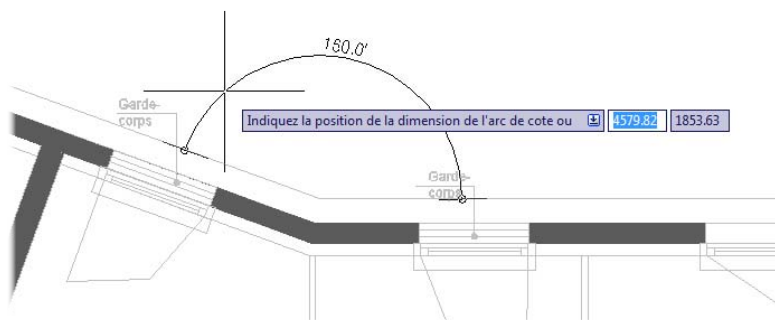

Figure 5.71
- Indiquez la fin de l'angle. AutoCAD mesure alors automatiquement l'angle entre les deux murs (voir Figure 5.71).